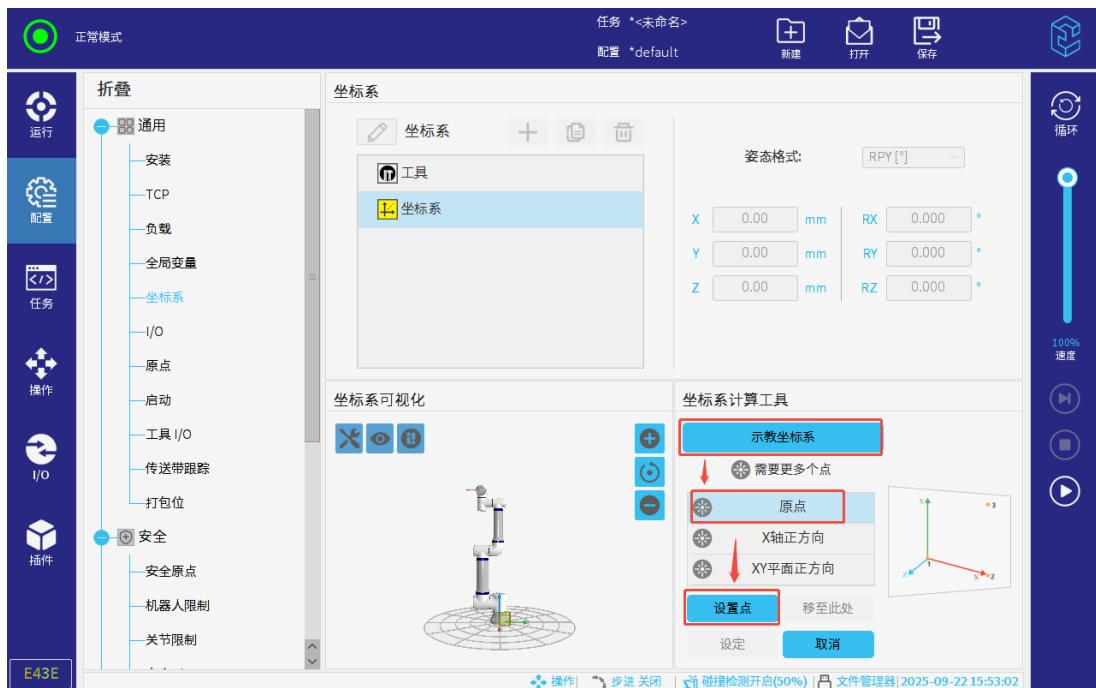

图 3-48: 设置点
2. 选择“示教坐标系 > 原点 > 设置点”，如图 3-48 所示。